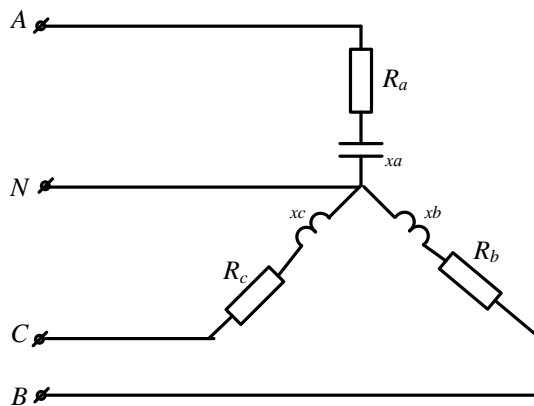

Рисунок 65
**Задача 62.** В схеме (рис.65)  $U_{\text{л}}=380\text{В}$ ;  $R_A=4\text{Ом}$ ;  $R_B=6\text{Ом}$ ;  $R_C=8\text{Ом}$ ;  $x_A=12\text{Ом}$ ;  $x_B=6\text{Ом}$ ;  $x_C=6\text{Ом}$ . Рассчитать фазные и линейные токи, ток нулевого провода, построить векторную диаграмму токов.